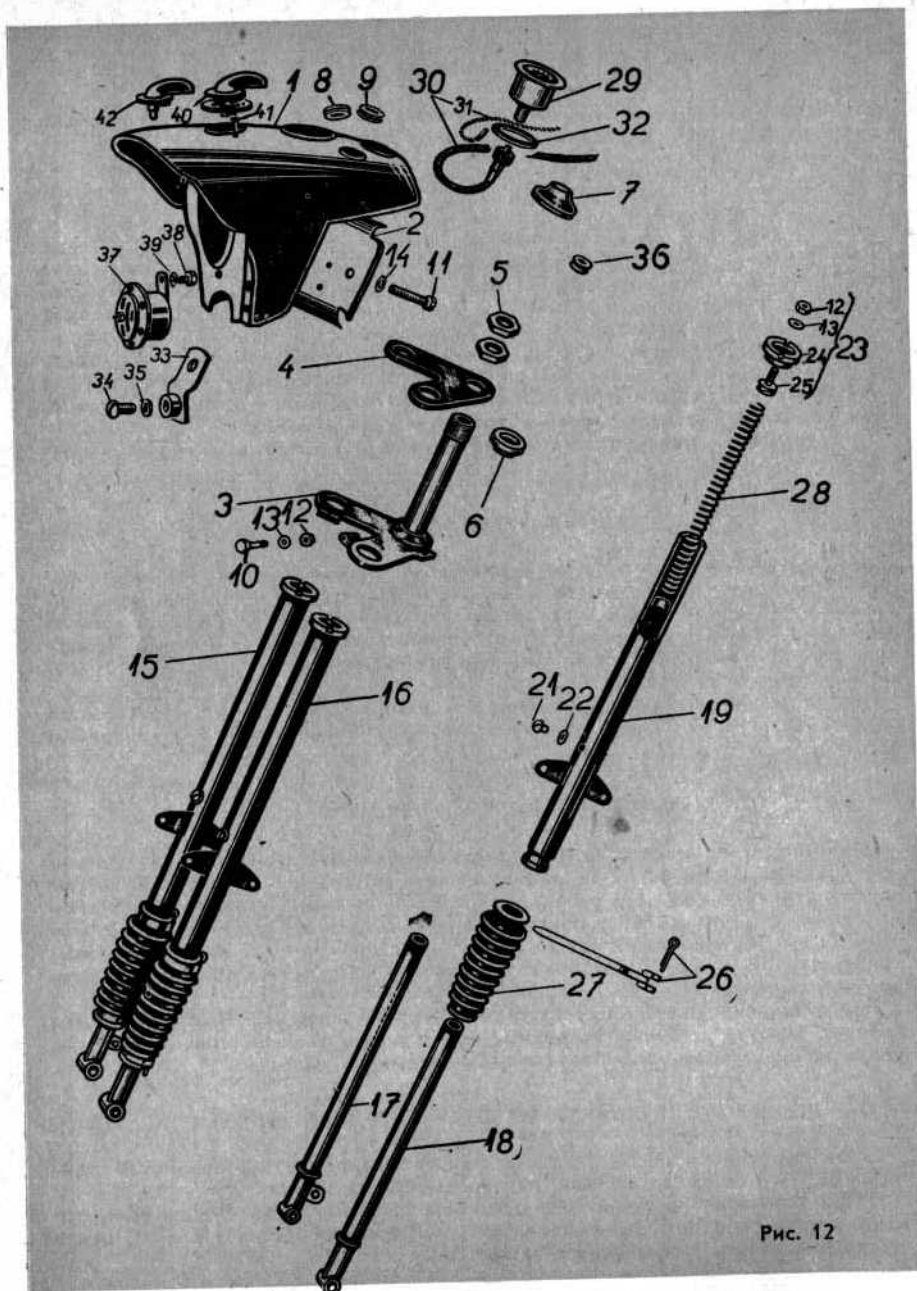

Рис. 12
14. ДЕМОНТАЖ КОЖУХА ФАРЫ (РИС. 12)
15. ДЕМОНТАЖ ВИЛКИ ИЗ РАМЫ (РИС. 12)
16. ДЕМОНТАЖ ПОЛЗУНОВ ИЗ ПЛЕЧ ПЕРЕДНЕЙ ВИЛКИ (РИС. 12).